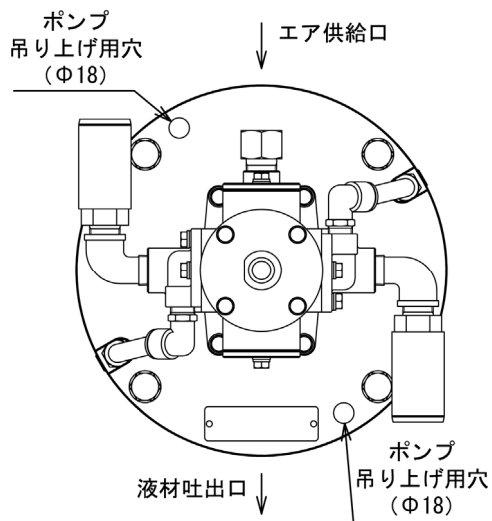

Fig.4 吊り上げ用穴位置 (上フランジ)
- ポンプを設置時にクレーンなどで吊り上げる場合は、エアモーターの上フランジの吊り上げ用の穴 (Fig.4 参照) を利用してください。